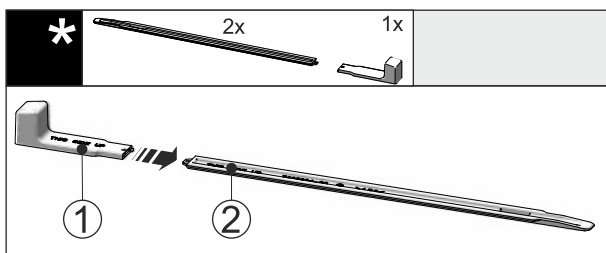

Fig. 47
- Steek de montagegreep Fig. 47 (1) op de niveleerrail Fig. 47 (2).